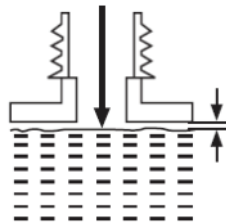

Fig. 14
3. Introduzca el lubricante adecuado en el depósito utilizando un embudo de aceite con filtro para evitar la entrada de residuos en el depósito. No llene el depósito en exceso; deje aproximadamente 5 mm de espacio entre la parte superior del aceite y el borde interior del depósito para permitir que el aceite se expanda (Fig. 14).